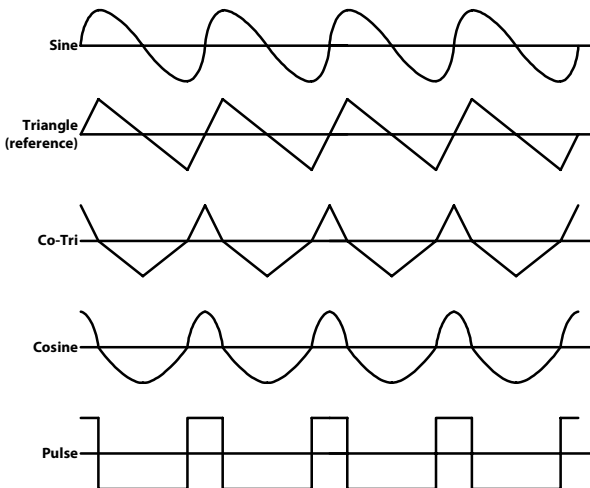

Abb. 5a Der Slope Effekt
zwischen der Anstiegsphase und der Abstiegsphase des Dreiecksignals, wobei die Frequenz konstant bleibt - im Idealfall. Aufgrund von Bauteiletoleranzen und Parameterstreuungen kann es zu leichten Frequenzverschiebungen im Bereich von ein paar wenigen Prozent kommen. **Abb. 5a und 5b** zeigt nun wie sich die Wellenformen mit der Slope Funktion ändern. Wenn der **Regler (9) in der Mitte** steht, wird ein Spannungshub an **CV-Buchse (8)** von ± 5 V benötigt, um denselben Bereich (-5 V fallendes - +5 V steigendes Sägezahn) zu durchfahren. Die Co-Dreieck- und die Cosinusfunktion verändern sich vielleicht überraschend, was daran liegt, dass sie durch Versetzungen der An- und Abstiegsphasen aus dem Ursprungsdreiecksignal neukonstruiert wurden. Die kürzeste Anstiegs- bzw. Abfallzeit des Dreiecksignals (Verformung zum Sägezahn) liegt bei weniger als $25 \mu\text{s}$, woraus sich auch die maximale Oszillatorfrequenz von etwas mehr als 20 kHz ergibt. In diesem Fall bleibt nur noch ein vom Slope-Wert unabhängiges symmetrisches Dreieck/Sinus-Signal übrig.